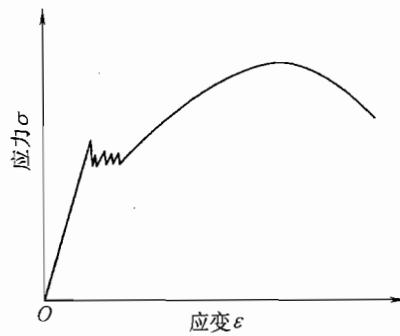

图 34-4 第六题第 1 小题解答图
1. 低碳钢退火试样的静拉伸曲线示意于图 34-4。曲线上最明显的特点是出现上下屈服点，这可以用位错理论中的柯氏气团来解释。试样静拉伸时，一些小尺寸的间隙原子，如 C、H、O、N 等会聚集在位错线的下方，形成柯氏气团，对位错线起着钉扎作用，故形变材料要在较高的应力下位错线才能脱钉而开始运动，当位错线脱钉时应力会突然有所下降，于是就出现了上屈服点。一旦位错线挣脱了柯氏气团的钉扎，就会在较低的应力下继续运动，于是就出现了下屈服点。